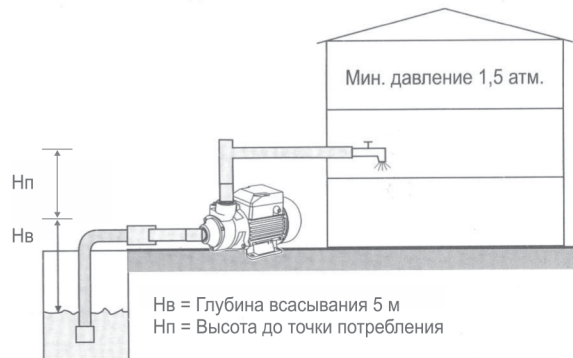

Рис. 1. Типовые схемы водоснабжения с использованием центробежного поверхностного насоса.
1. Присоедините всасывающий трубопровод с обратным клапаном к всасывающему патрубку (рис. 1). Для установки всасывающего трубопровода используйте шланг или трубу такого же диаметра, что и всасывающий патрубок насоса. Если высота всасывания больше чем 4 м, используйте шланг (трубу) большего диаметра. Всасывающий трубопровод должен быть полностью непроницаемым для воздуха. При присоединении к магистральному водопроводу диаметр трубы в месте присоединения должен быть не меньше, чем 1¼".